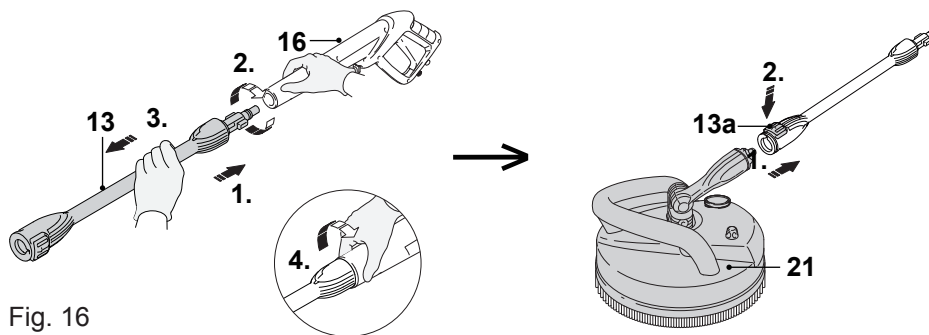

Fig. 16
1. Instale siempre la lanza extensible (13) cuando se sirva del accesorio limpiador de terrazas (21) (Fig. 16). Seguidamente, presione el botón de liberación (13a) y conecte el accesorio limpiador de terrazas (21) a la lanza extensible (13). Suelte el botón (13a) para que el accesorio limpiador de terrazas quede bloqueado en su sitio (Fig. 16). Pruebe a tirar del accesorio limpiador de terrazas (21) para asegurarse de que ha quedado correctamente fijado en su sitio. No deberá soltarse de su conexión.